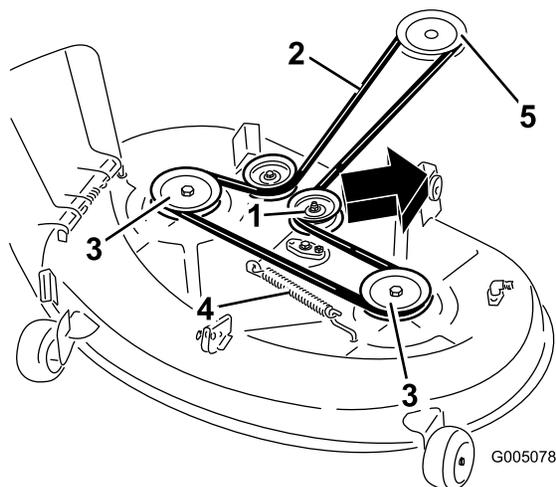

Figura 48
5. Tire de la polea tensora en el sentido que muestra la Figura 48 y retire la correa de las poleas.
6. Pase la correa nueva alrededor de las poleas del motor y del cortacésped (Figura 48).
7. Tire de la polea tensora en el sentido que muestra la Figura 48 y pase la correa por la polea tensora (Figura 48).